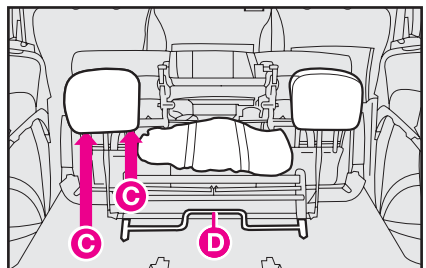

fig. 128
– sistemare gli appoggiatesta nelle apposite sedi **C**-fig. 128 ricavate nella base del sedile stesso.
Se si desidera asportare il sedile per avere un più ampio vano di carico, dopo aver ribaltato il sedile completo, togliere la borsa degli attrezzi (conservandola a bordo veicolo) quindi agire sulla leva **D-fig. 128** e svincolare gli agganci dalle loro sedi.